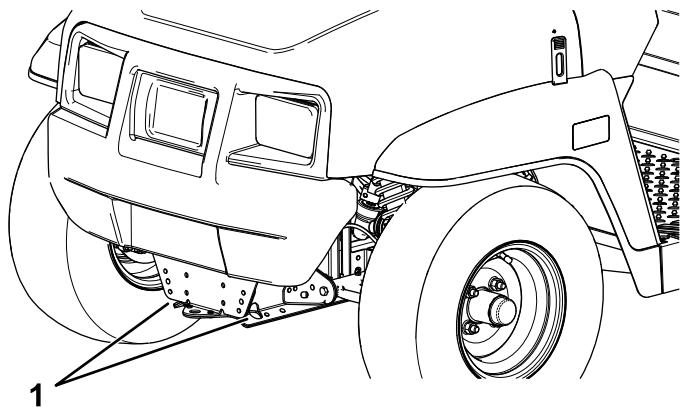
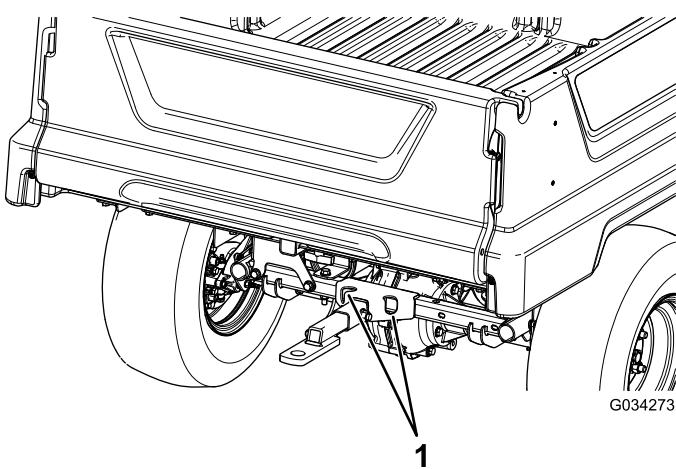

Рисунок 21
Рисунок 22
См. местонахождение точек крепления автомобиля на Рисунок 21 и Рисунок 22.
2. Прикрепите буксирный трос к сцепному устройству в передней части рамы автомобиля (Рисунок 21).